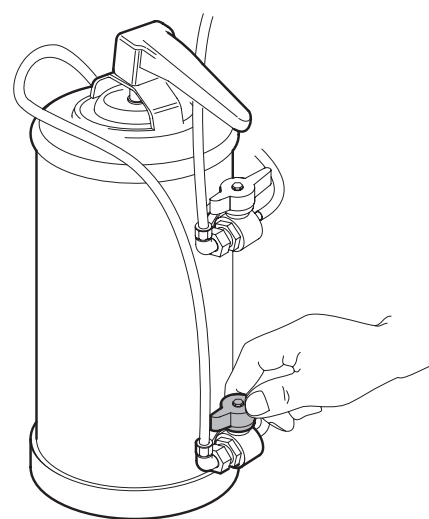

Fig. 6.14
- Dare tensione al distributore e lasciare fuoriuscire dell'acqua fino a che questa non sia più salata (*Fig. 6.14*).